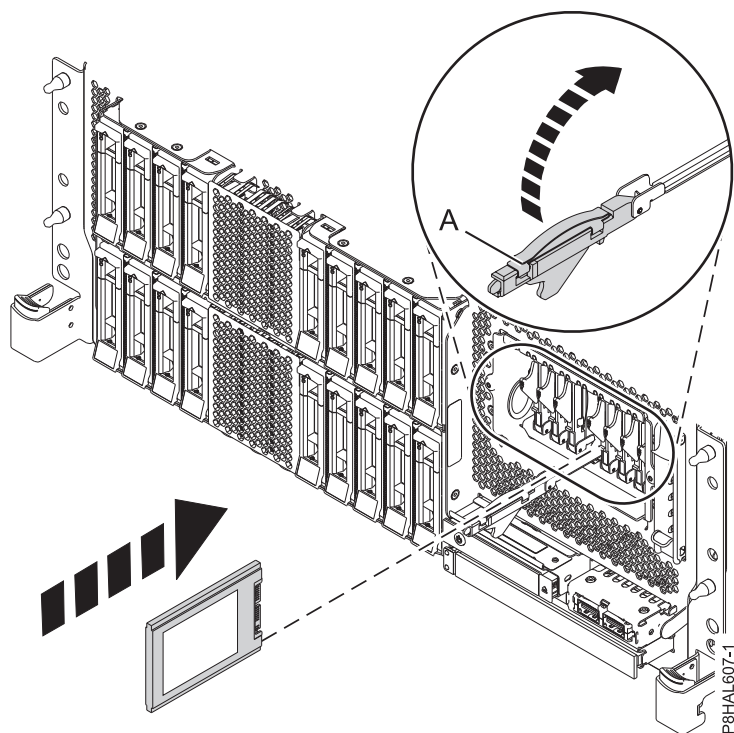
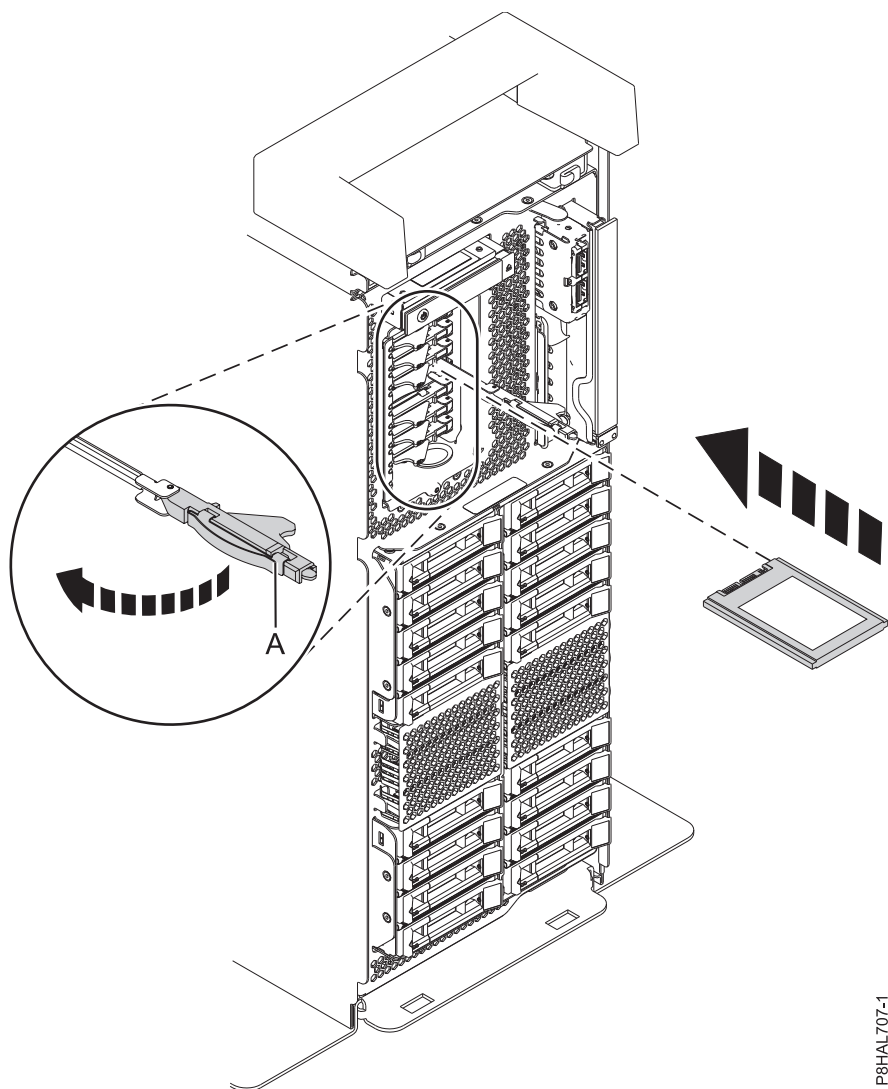

Figura 111. Substitució d'una SSD en un sistema de funció expandida muntat en bastidor
Figura 112. Substitució d'una SSD en un sistema de funció expandida autònom
15. Amb la nansa del compartiment d'unitats SSD (**A**) en posició desbloquejada, feu sortir la palanca per poder accedir a les guies de la ranura SSD. Agafeu la part inferior de l'SSD mentre l'alineeu amb les guies de la ranura SSD. Consulteu Figura 111 a la pàgina 123 i Figura 112 a la pàgina 124.
20. Bloquegeu la unitat fent girar la nansa del compartiment (**A**) en la direcció que es mostra a Figura 111 a la pàgina 123 i Figura 112 a la pàgina 124.